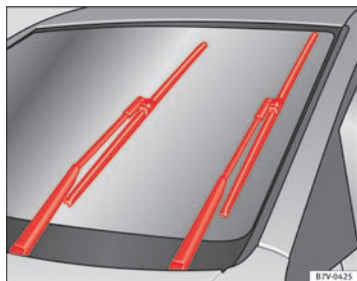

Fig. 129 Viskere i serviceposition
- Tilsut og afbryd tændingen, og placer derefter viskerarmen i positionen til kort viskerfunktion (inden der er gået 9 sek.). Viskerne kører til serviceposition ⇒ Fig. 129.